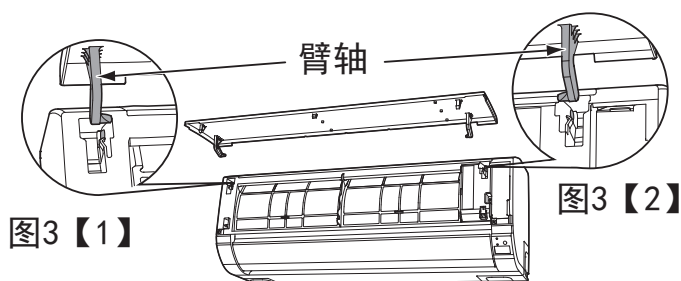

图3
1. 先将左侧臂轴沿着台阶插入轴孔；（如图3【1】）
2. 再将右侧的臂轴沿着台阶插入轴孔；（如图3【2】）